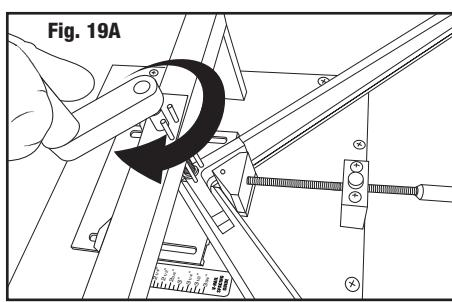

Fig. 19A
- Apriete la abrazadera girando el mango por  $\frac{1}{2}$  a  $\frac{3}{4}$  rotaciones. (**Abb. 19A**)
- Ziehen Sie die Klemme fest, indem Sie den Griff  $\frac{1}{2}$  bis  $\frac{3}{4}$  Umdrehung drehen. (**Abb. 19A**)